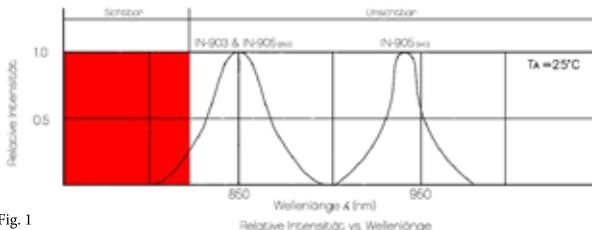

Fig. 1
Der Scheinwerfer IN-905 (940) verwendet jedoch LEDs die für das menschliche Auge vollständig **unsichtbar** sind! (s.Fig.1)